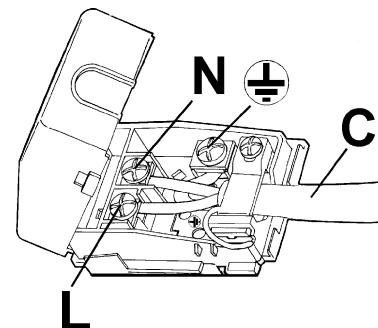

FIG. 8
- Se o aparelho não tiver o cabo de alimentação, conectar na régua de bornes um cabo com secção adequada (ver tabela parágrafo 6) mantendo o condutor de terra mais longo em relação aos condutores de fase e, seguindo o esquema da fig. 8.
- Aplicar no cabo de alimentação "C", se este não a possuir, uma ficha normalizada adequada à carga indicada na etiqueta de características. Efectuar a ligação dos cabos segundo o esquema da fig. 8 prestando atenção em respeitar as relações abaixo indicadas: